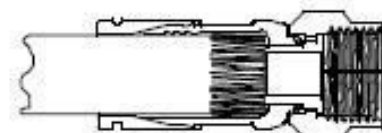

Bild 4
8. Drücken Sie den Stecker auf das Kabel, während Sie ihn dabei leicht hin und her drehen. Dieser Schritt ist beendet, wenn das Dielektrikum plan mit der Hülse des Steckers ist (Bild 4). Bitte beachten Sie: Wenn sich während dieses Vorgangs Litzen des Geflechtsschirmes lösen, beginnen Sie Schritt 8 neu.